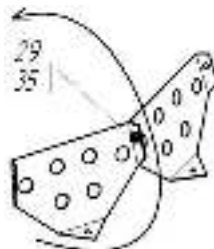

Рис. 16
3.10. Преодолевав усилие пружины (16), оттянуть фиксатор (8)вниз и повернуть ёмкость на удобный угол. Прикрепить лопасти (17) к ёмкости нижней (2) и ёмкости верхней (12), с помощью болтов (21), шайб (14) и гаек (29), при этом, шайбы установить с наружной стороны ёмкостей.
Возможна комплектация бетоносмесителя сборными лопастями (рис. 16). В этом случае необходимо две полу-лопасти скрепить между собой болтом (35) и гайкой (29). После установить в бетоносмеситель по направлению вращения ёмкости (указано на рис. 16 стрелкой)с помощью болтов (21), шайб (14) и гаек (29).